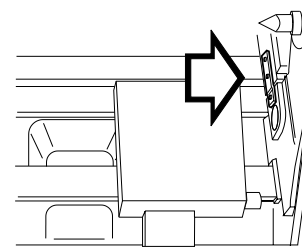

Abbildung 1-21
- Netzanschlußkabel (A) in der abgebildeten Weise, durch die vorgesehene Öffnung Pg 42 (B) in die Schaltschrankrückseite einführen (siehe Abbildung 1-21).